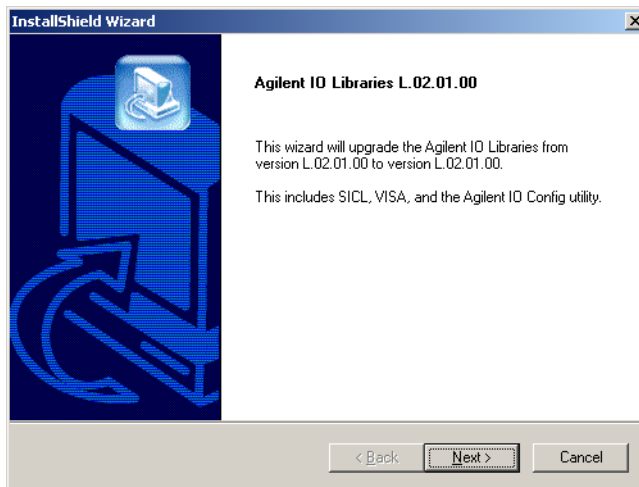

図 25 Agilent I/O Libraries Rev. L.02.01.00 のインストールシールド
- 1 Windows のエクスプローラを呼び出して 起動して iolibs.exe を起動し、表示される指示に従ってください (図 25)。これによりコンピューターに SICL (Standard Interface Control Library) がインストールされ、レジストリの更新と "Agilent I_0 Libraries" という名前の新しいプログラムグループの作成が行われます。
- 2 タイトルパネル 図 25 が表示されたら、**Next** をクリックしてライセンス同意パネルを表示し、**Yes** をクリックしてライセンスに同意します。